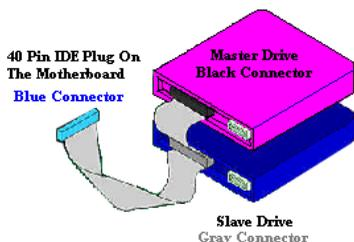

Figure 2-12. Comment connecter la nappe Ultra ATA/66 sur votre carte mère
- Insérez le connecteur **NOIR** dans le connecteur de votre disque Maître. Insérez le connecteur **GRIS** dans le connecteur de votre périphérique Esclave (deuxième disque dur, CD-ROM, etc....). Référez-vous à la figure 2-12.